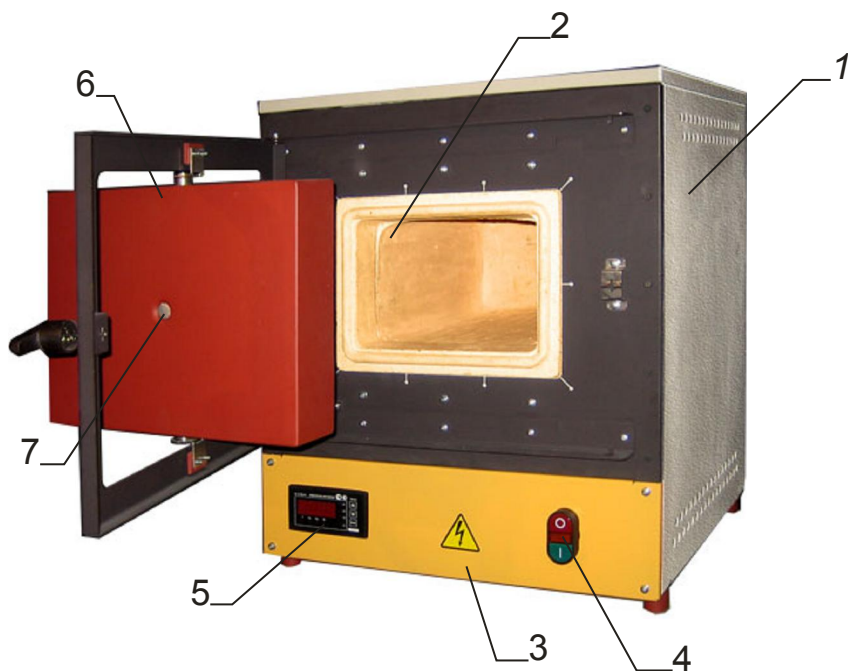

Рис.1. Электродуховка ПМЛ-3МП.
4.1. Электропечь состоит из стального корпуса 1 (рис.1.), в верхней части которого установлена нагревательная камера, в нижней части – пусковая и измерительно-регулирующая аппаратура.